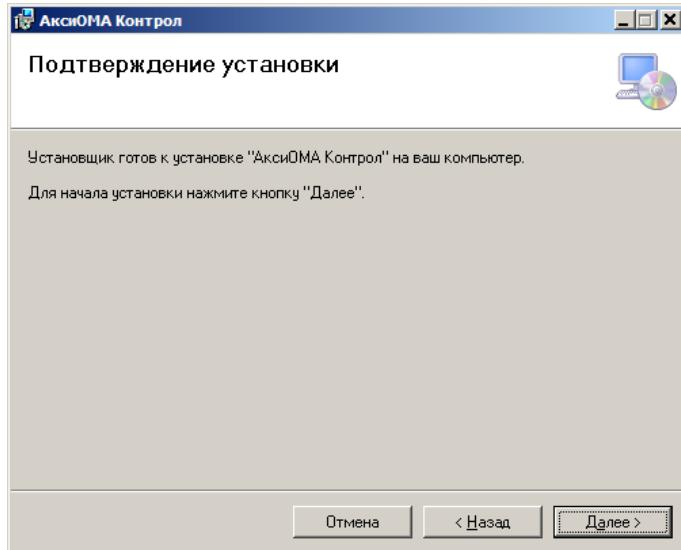

Рисунок 64 – Подтверждение установки
7. Нажать кнопку «Далее» диалога «Подтверждение установки» (Рисунок 64):